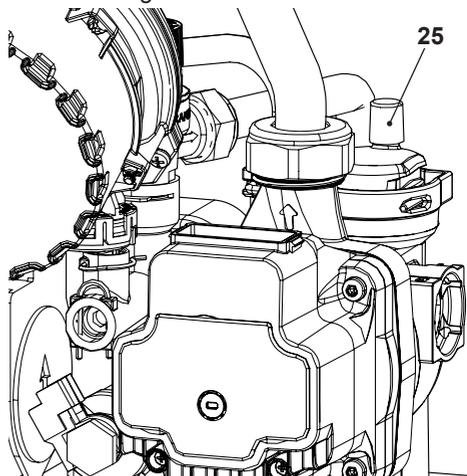

Figura 9.5
- Para facilitar el vaciado, quite el tapón 25 de la válvula de purga automática indicado en la Figura 9.5.